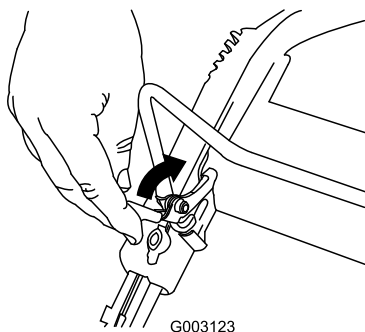

Bild 17
Zum Abschalten des Motors, drücken und halten Sie den Motorschalter (Bild 17), bis der Motor abschaltet.
1. Ziehen Sie die Schaltbügel Sperre zurück (Bild 17).